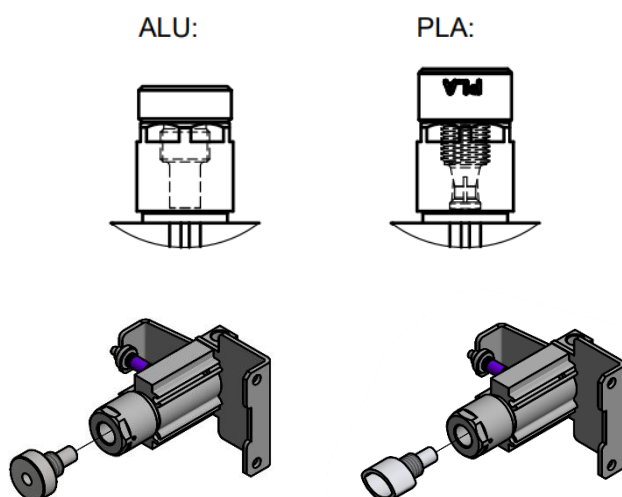
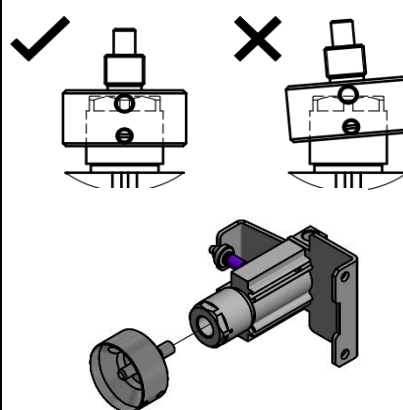

Figure 16 – Outil de réarmement à usage unique
Figure 18 – Outil de réinitialisation / vérificateur
- Visser complètement l'**outil de réinitialisation** (voir Figure 18) ou l'**outil de réarmement à usage unique** (voir Figure 16) dans le filetage de fixation de la bouteille CO₂.
- Nettoyer l'endroit d'installation de l'ampoule (2).
- Diriger l'extrémité pointue de l'ampoule vers la **vis de tension** (1). Serrer la vis manuellement.
- Contrôler l'état du dard à l'aide du **vérificateur** (voir Figure 18) ou visuellement.
- Visser à la main la **cartouche CO₂** (3).